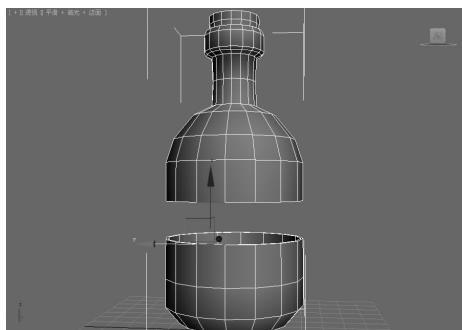
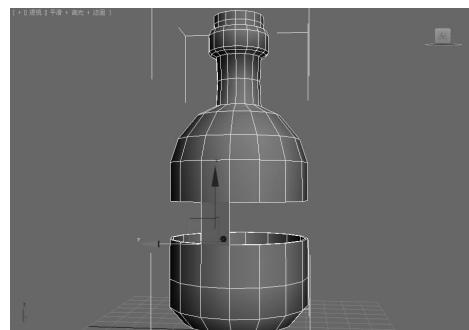

图 5-38 选择边 ▲
图 5-39 连接边界边 ▲
- 桥:连接对象的边界边。在视图中选中需要连接的两条边,单击该按钮就可以在两条边之间生成一个面;也可以单击右边的▣按钮,在弹出的“跨越边界”对话框中选择边或为连接的面添加分段。如图 5-38 所示为选中需要连接的边,单击该按钮后的效果如图 5-39 所示。